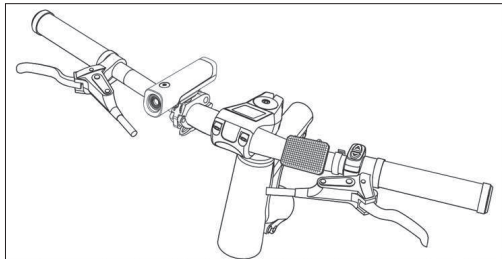

Rysunek 9-1
- Zamontuj przednie światło na kierownicy, zgodnie z rysunkiem [Rysunek 9-1].